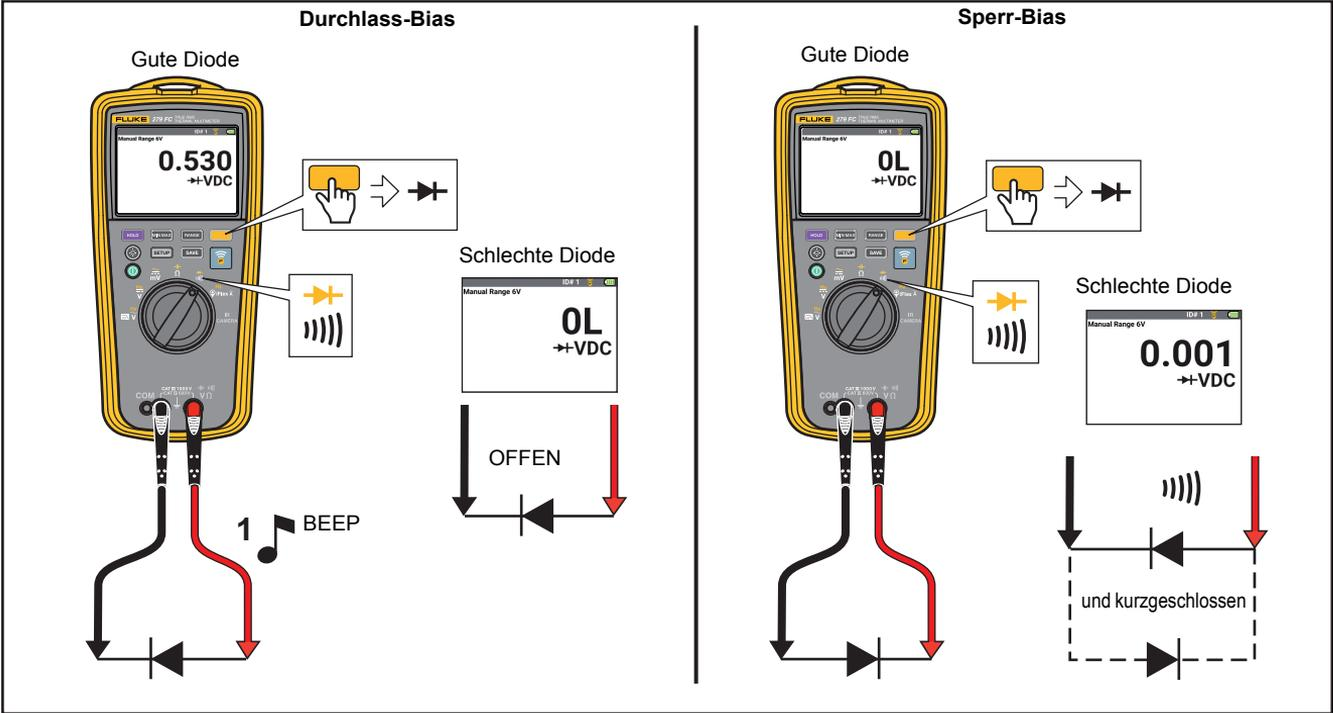

Abbildung 11. Diodenprüfung
- Diodenprüfung, siehe Abbildung 11.
Für eine Diodenprüfung an einer Diode außerhalb eines Stromkreises muss das Multimeter gemäß Abbildung 11 eingerichtet werden. Zur Messung der Durchlassspannung eines Halbleiterbauteils die rote Messleitung an den positiven Anschluss des Bauteils und schwarze Messleitung an den negativen Anschluss des Bauteils anschließen.